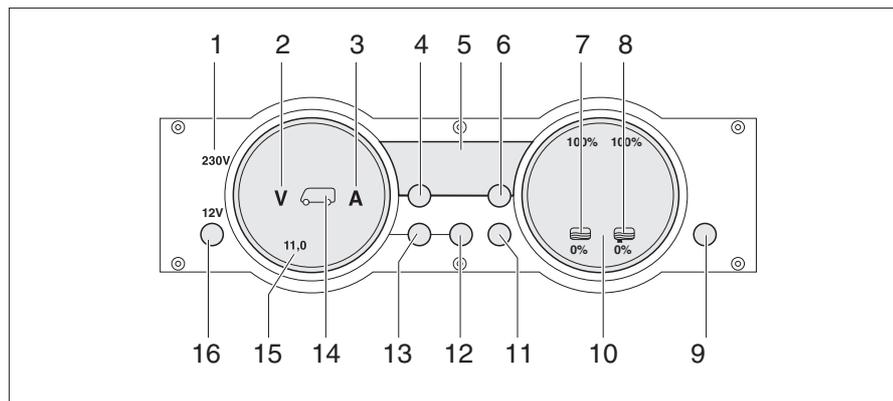

Fig. 250 Panneau de contrôle MP 20-S
Le voyant de contrôle 230 V (Fig. 250,1) s'allume si l'arrivée du bloc électrique est sous tension de réseau.
L'interrupteur principal 12 V (Fig. 250,16) établit ou coupe le panneau de contrôle et l'alimentation 12 V de la cellule.
- Appuyer brièvement sur la touche "12 V" (Fig. 250,16). L'alimentation 12 V de la cellule est enclenchée. L'indicateur de contrôle "12 V" s'allume.
- ▷ La tension de la batterie de cellule est trop faible quand les DEL "11,0" de l'affichage en Volt et le symbole Volt "V" (Fig. 250,2) clignotent dans l'indicateur des batteries (Fig. 250,15) après la mise sous tension. Charger la batterie.
- ▷ La coupure de batterie est active quand l'indicateur de contrôle "12 V", le symbole de la batterie de cellule (Fig. 250,14) et le symbole Volt "V" (Fig. 250,2) clignotent trois fois après la mise sous tension. Désactiver la coupure de batterie.
- Appuyer brièvement sur la touche "12 V" (Fig. 250,16). L'alimentation 12 V de la cellule est coupée. L'indicateur de contrôle "12 V" s'éteint.
- Appuyer sur la touche batterie de cellule (Fig. 250,12) et la maintenir enfoncée pendant 10 secondes environ. Les symboles Volt "V" (Fig. 250,2) et Ampères "A" (Fig. 250,3) clignotent trois fois. La batterie de cellule est coupée du réseau de bord de 12 V.
- Appuyer sur la touche "12 V" (Fig. 250,16) et la maintenir enfoncée pendant 5 secondes environ. Le symbole Volt "V" (Fig. 250,2) clignote trois fois. La batterie de cellule est branché au réseau de bord 12 V. L'indicateur de contrôle s'allume au bout d'env. 2 secondes.
- Appuyer sur la touche de la batterie de cellule «  » (Fig. 250,12). Le symbole Volt "V" (Fig. 250,2) s'allume. Le symbole Ampères "A" est, suivant son niveau de charge, blanc ou rouge. La tension de la batterie et le courant de la batterie de cellule sont affichés au moyens de DEL à l'intérieur de l'indicateur.
- Appuyer sur la touche de la batterie de démarrage «  » (Fig. 250,13). Le symbole Volt "V" (Fig. 250,2) s'allume. Des DEL à l'intérieur de l'indicateur indiquent la tension de la batterie de démarrage.
- Appuyer sur la touche des réservoirs «  » (Fig. 250,11). Les symboles réservoir d'eau «  » (Fig. 250,7) et réservoir d'eaux usées «  » (Fig. 250,8) s'allument. Des DEL à l'intérieur de l'indicateur indiquent le niveau du réservoir d'eau (échelle de gauche) et celui du réservoir d'eaux usées (échelle de droite).
Le symboles Volt "V" (Fig. 250,2) et les DEL "11,0" clignotent dès que la tension de la batterie descend en dessous de 11 V (mesurée en marche) et qu'il y a risque de décharge profonde de la batterie.
Le symbole du réservoir d'eau  (Fig. 250,7) ou celui du réservoir d'eaux usées  (Fig. 250,8) clignote quand le réservoir d'eau est vide ou que le réservoir d'eaux usées est plein.